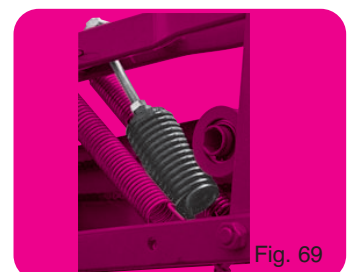

Fig. 69
- Ressort d'appui complémentaire (fig. 69)
- Additional support spring (fig. 69)
- Zusätzliche Druckfeder (Abb. 69)
- Bijkomende steunveer (fig.69)